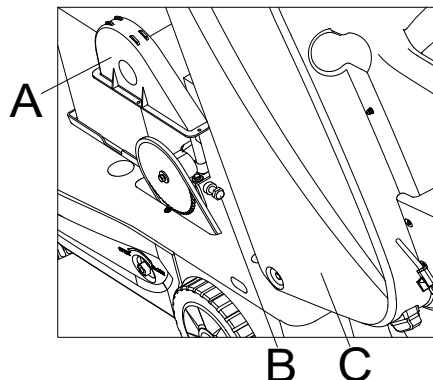

Figura 41
5. Când roata din spate este slăbită, deschideți capacul (C, Figura 41) și capacul lanțului roții (A, Figura 41), reglați șurubul de reglare a lanțului roții (B, Figura 41) pentru a vă asigura că lanțul roții este bine fixat.